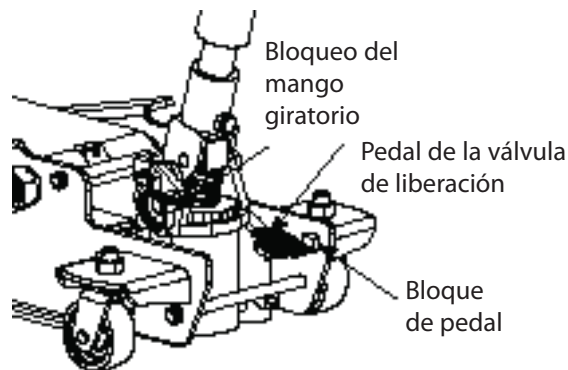

Figura 2 - Pedal de la válvula de liberación
3. Para familiarizarse con la operación básica, inserte y sujete el mango provisto en la horquilla del mango. La válvula de liberación de este modelo siempre está 'CERRADO', para que usted puede simplemente bombear el mango de operación para levantar la carga. Para bajar la carga, simplemente ubique y presione el pedal de la válvula de liberación. La válvula de liberación de este modelo siempre tiene base en resorte en la posición de 'ENCENDIDO' y puede requerir habilidades especiales y capacitación para operarse con aptitud. Se debe de ejercer algún cuidado especial al momento de bajar la carga. La figura 2 demuestra la posición de abierta de la válvula de liberación usada para bajar la carga.